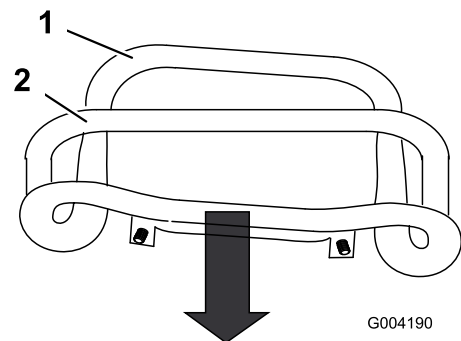

Figure 53
3. Tirez la commande de déplacement en arrière pour que l'avant touche la barre de référence (Figure 53).